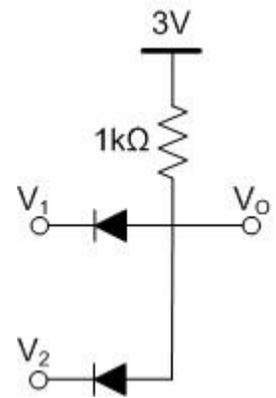

Figura 1
1. Os diodos da figura 1 em destaque são ideais. A tensão de saída “Vo” é +3V quando